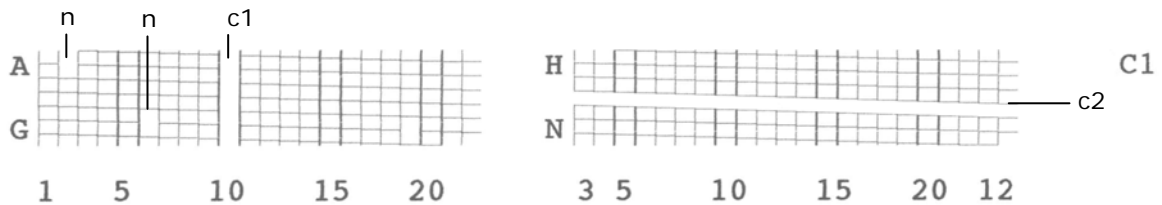
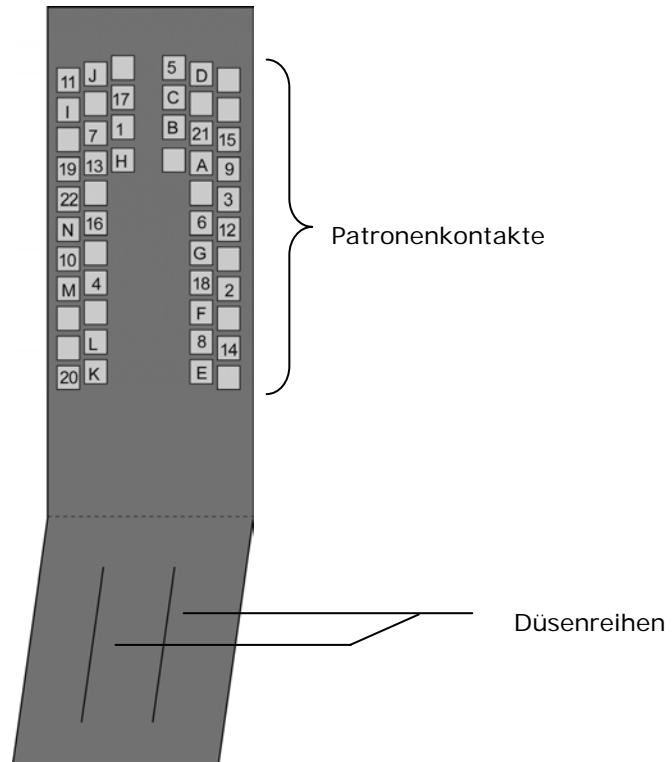

Abbildung 25: Muster A mit Defekten
Abbildung 26: Patronenkontakte
- Abbildung 25 zeigt einen Beispielsdruck mit mehreren Defekten bei Patrone P1. Bitte reinigen sie die Tintenpatrone und die Kontakte wie in diesem Handbuch beschrieben. Ist anschließend immer noch ein Defekt sichtbar, tauschen sie bitte die betroffene Patrone aus. Abbildung 26 zeigt ein Referenzdiagramm mit den Patronenkontakten und deren Bezeichnung.